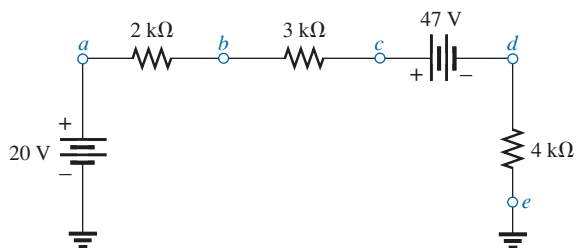

FIG. A4.120
37. Para la red de la figura A4.120 determine los voltajes: